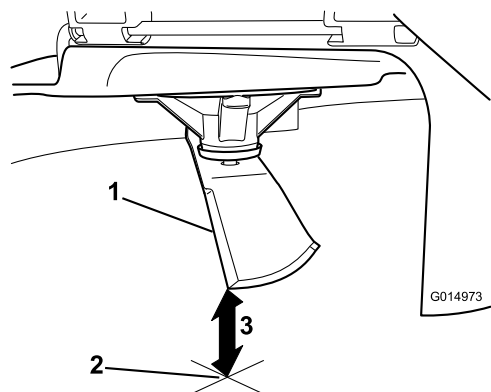

Figura 57
5. Mida desde la punta de la cuchilla hasta la superficie plana (**Figura 57**).